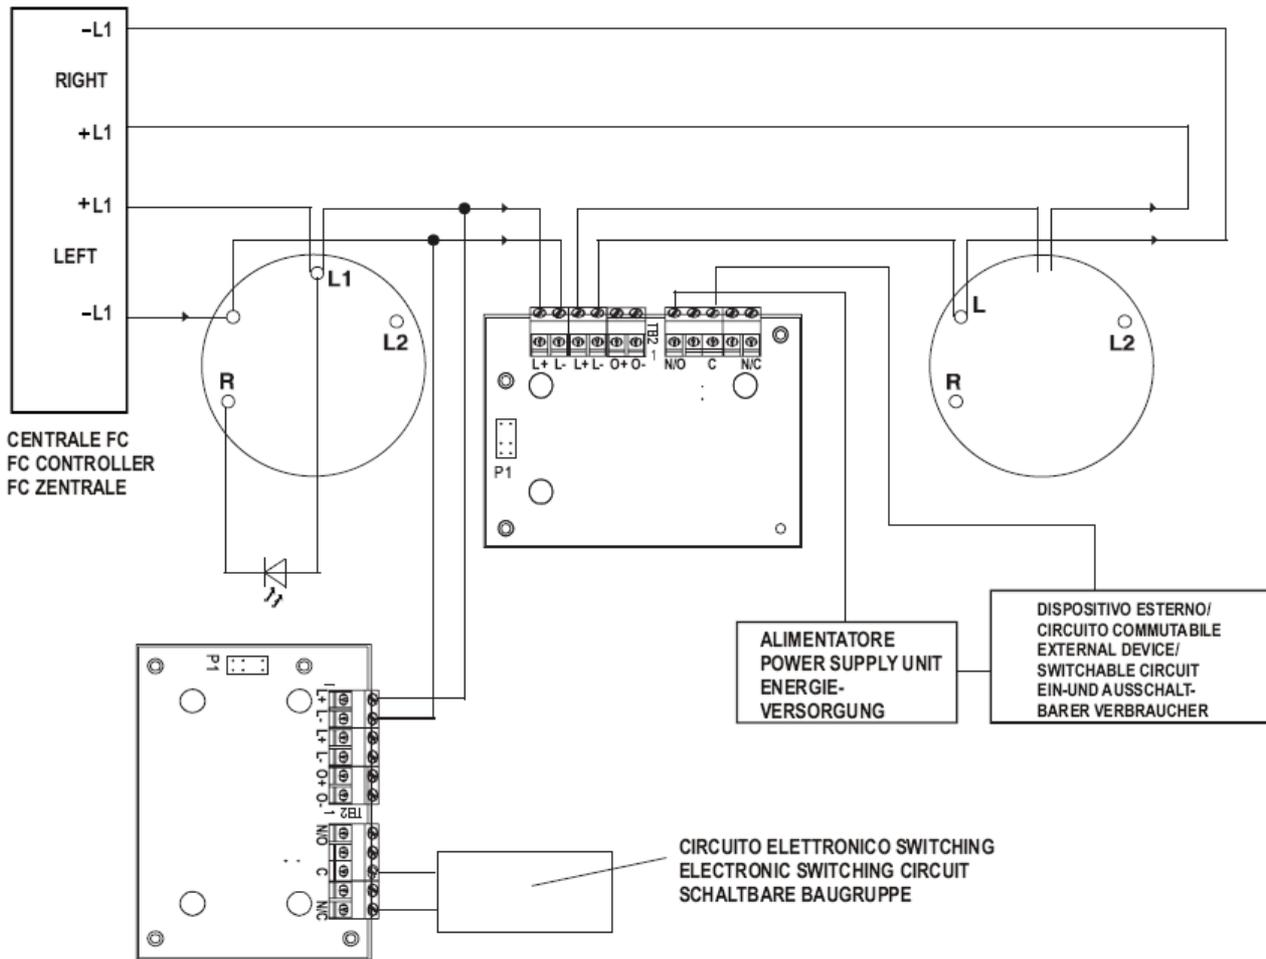

Figura 4: FC410RIM. Diagrama simplificado de cableado.
- Cablear el módulo como se muestra en la figura 4.